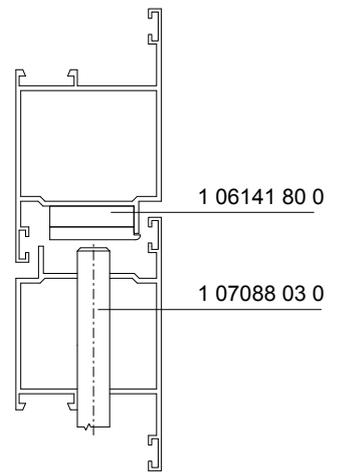
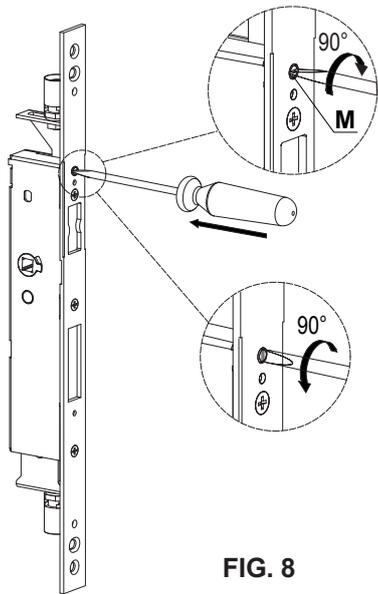

FIG. 7
FIG. 8
- Manual (**Fig. 7**): para bloquear las varillas, presione y gire el botón **M** 90° (**Fig. 8**).